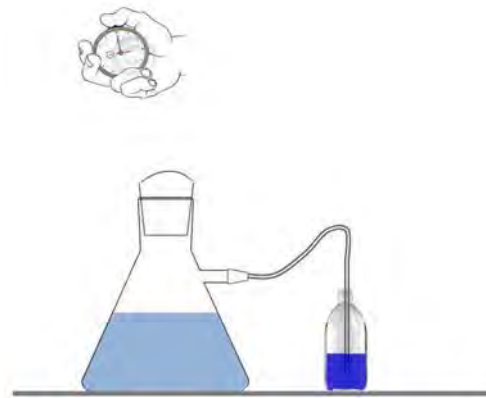

Abb. 6
F.2.1. Entfernt den Gummischlauch aus der Ca(OH)_2 -Lösung und versenkt ihn in der Bromthymolblau-Lösung (ID# II) (vgl. Abb. 6).